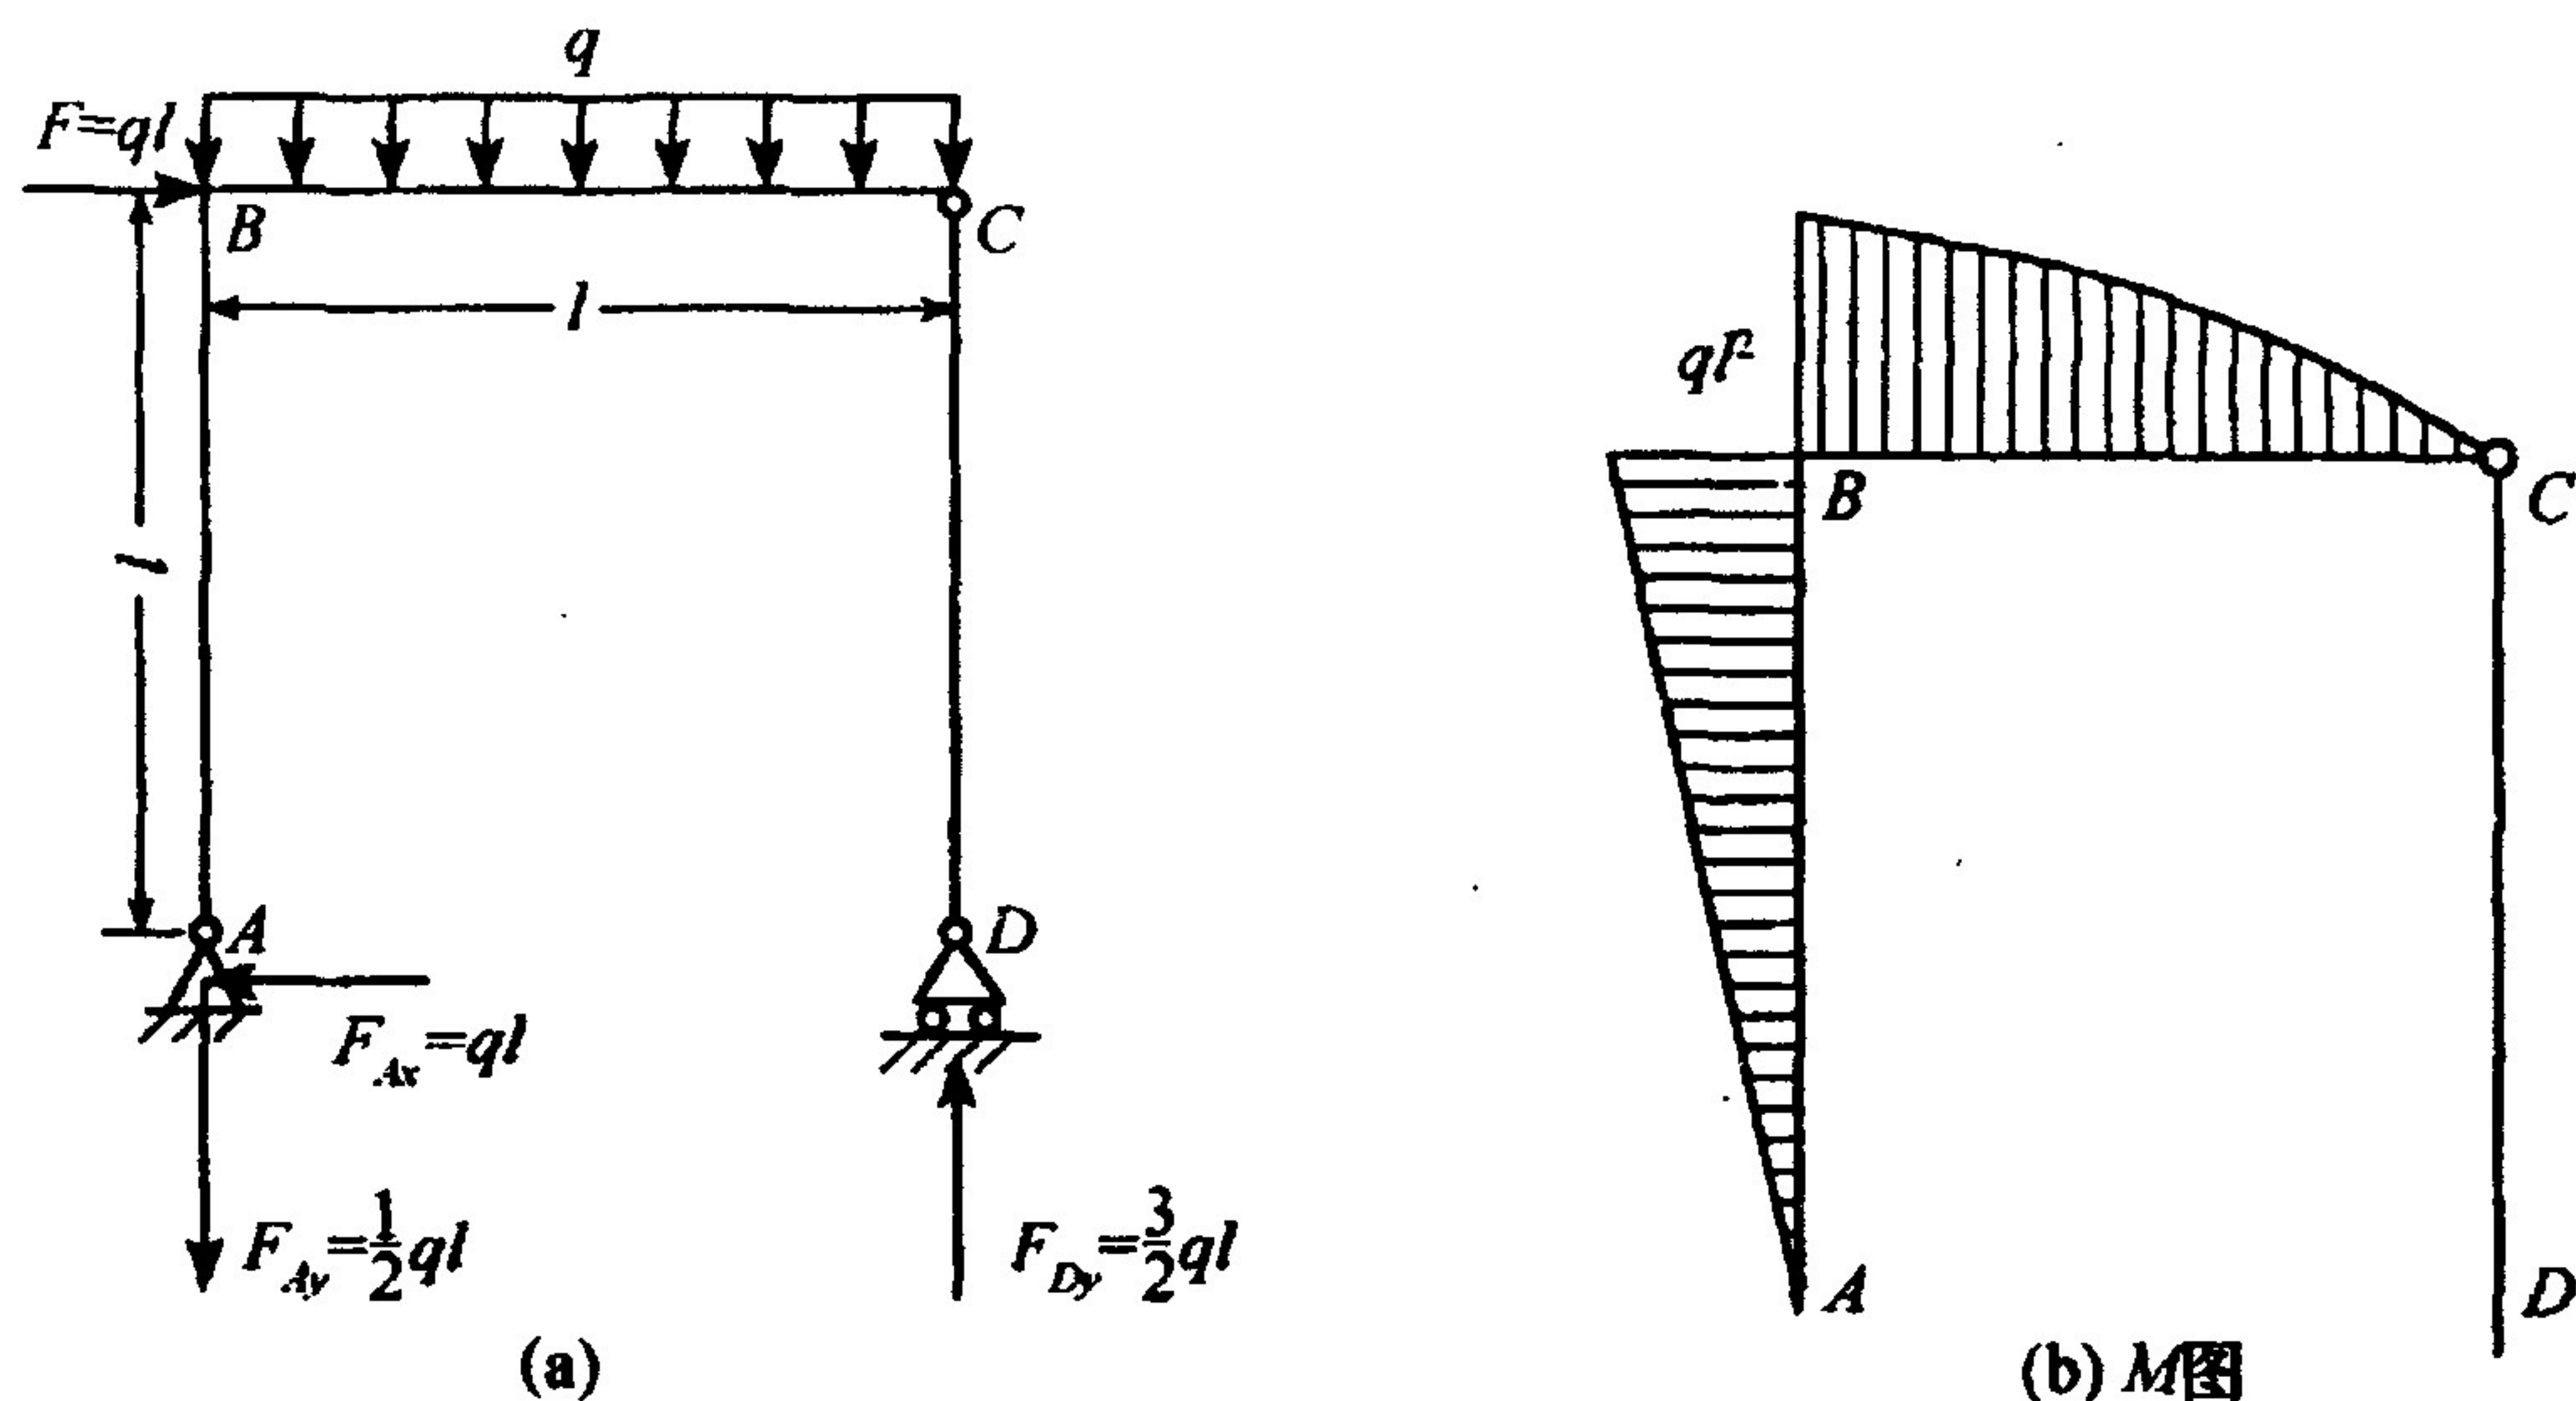

图 1.5
1.5 图 1.5 所示结构，AB、BC、CD 各段均为直径 $d = 20 \text{ mm}$ 的圆杆， $l = 30d$ 。材料的许用应力 $[\sigma] = 150 \text{ MPa}$ ，弹性模量 $E = 12[\sigma]$ 。与比例极限对应的柔度 $\lambda_p = 100$ ，规定稳定安全因数 $n_{st} = 4$ 。试确定载荷 q 的允许值 $[q]$ 。(15 分)
(1) 求各部分内力。设 CD 二力杆的轴力为 $F_{NCD} = F_{Dy}$ ，由平衡方程 $\sum M_A = 0$ ，即 $F_{NCD}l = \frac{1}{2}ql^2 + Fl = \frac{3}{2}ql^2$ 解得 $F_{NCD} = \frac{3}{2}ql$ 。 $\sum F_y = 0$ ，得 $F_{Ay} = \frac{1}{2}ql$ ， $\sum F_x = 0$ ， $F_{Ax} = F = ql$ 。作结构弯矩图如图 1.5(b) 所示，AB 杆受轴向压力 $F_{NAB} = F_{Ay} = \frac{1}{2}ql$ ，CD 杆受轴向压力 $F_{NCD} = F_{Dy} = \frac{3}{2}ql$ 。
(2) 弯曲强度估计 $[q]$ 。刚架中最大弯矩在 B 节点处， $M_{\max} = ql^2$ ，依照弯曲强度条件